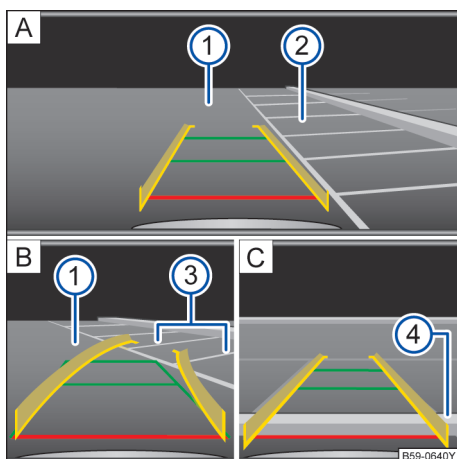

图 157 屏幕显示：利用倒车摄像头泊车，模式 1 已接通。
→ 图 157 的图例：
- 将车辆驶到停车位 ② 前方→ 图 157 A。
- 缓慢倒车，同时转动方向盘，使黄色定向线沿着侧面的分界线 ③ 进入到所选的车位中 B。
- 将车辆对准所选的停车位，令绿色和黄色线与所选停车位的侧面边界线 ③ 重叠。
- 最迟在红色定向线到达后部边界（例如路沿石 ④）时就要停车 C。